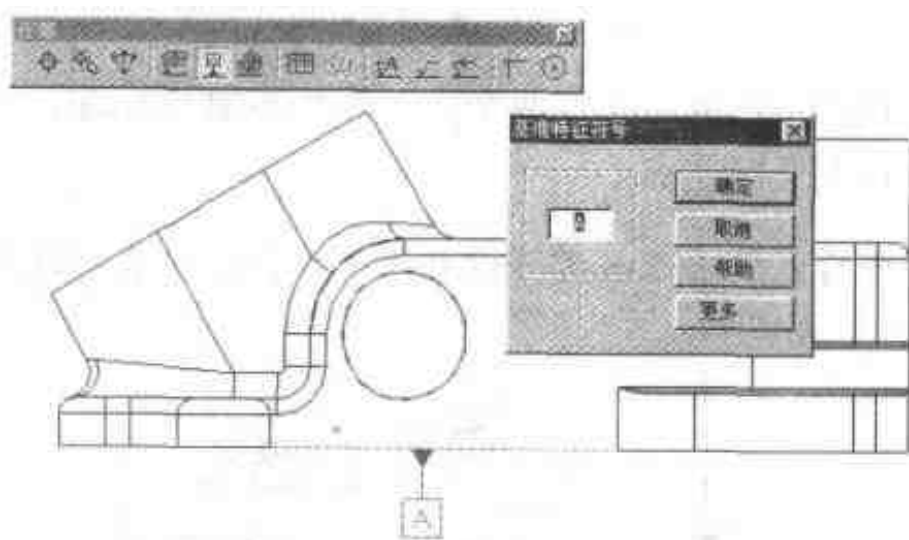

图 2.62 添加基准 A
- (1) 选择【顶部视图】后将出现红色的边框，将光标移动到边框，光标在边框上时将变成一个四向箭头。单击然后拖动视图，同时注意到此视图与周围其他视图自动对齐。
- (2) 放大正视图。单击【注释】工具条中的【基准符号】按钮，选择零件的底部边缘，然后将图标拖至如图 2.62 所示的位置。在单击【基准特征符号】对话框中的【确定】按钮，接受默认的 A 基准。